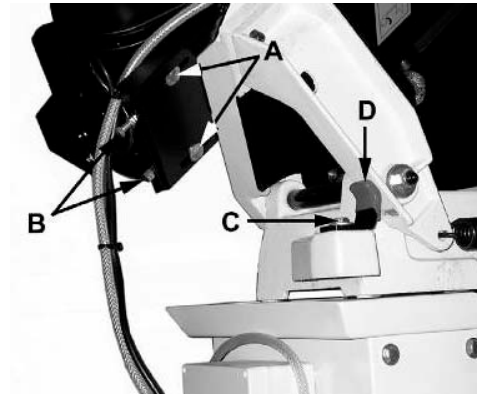

Рис.7
Открутите шестигранные винты (А, Рис. 7).
Открутите шестигранные винты (С, Рис. 7) и снимите блокировку рычага пилы (D).